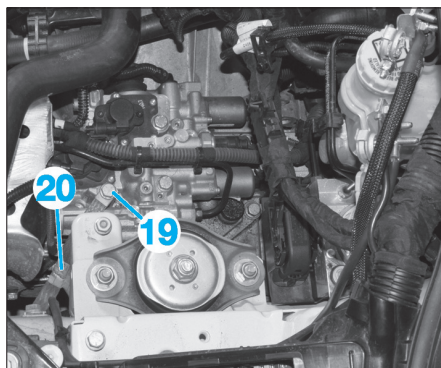

Fig. 51
- Dévisser et déposer l'accumulateur de pression (18).
- Dévisser la vis de fixation (19) et déposer la connexion électrique (20) de la masse sur la boîte de vitesses (Fig.51).